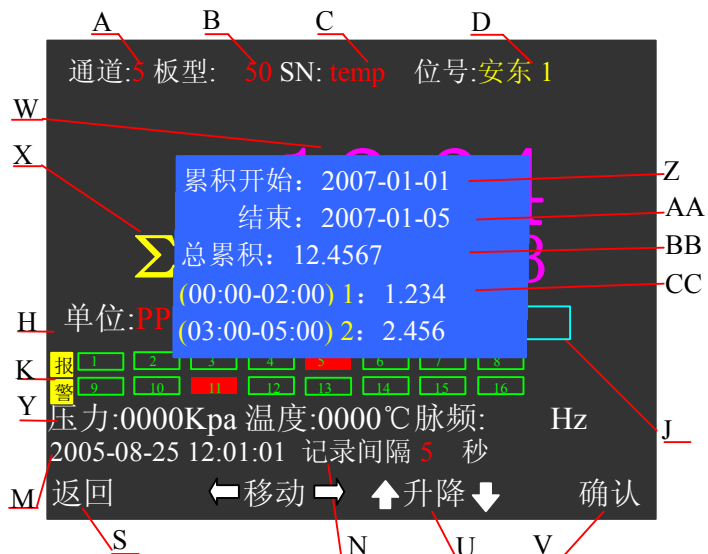

图 2.8 50M 板的累积统计显示
- 累积值统计:** 在 50M 通道的特大数据画面下, 按 **■** 键将弹出“累积统计”对话框 (图 2.8), 通过设置累积开始和结束时间, 可统计出这个时段的总累积值和各个分段的累积值。当没有分段时, 可统计任意时段 (最小到分钟) 总累积值; 当有分段计算时, 开始到结束的每天同一时段的累积和。具体设置请到第三章的通道组态的 累积统计 项进行设置
- 1、该采集板有累积值统计功能，可进行总累积值和分段累积计算功能，按■键使系统从检测状态进入累积统计状态（如图2.8）；